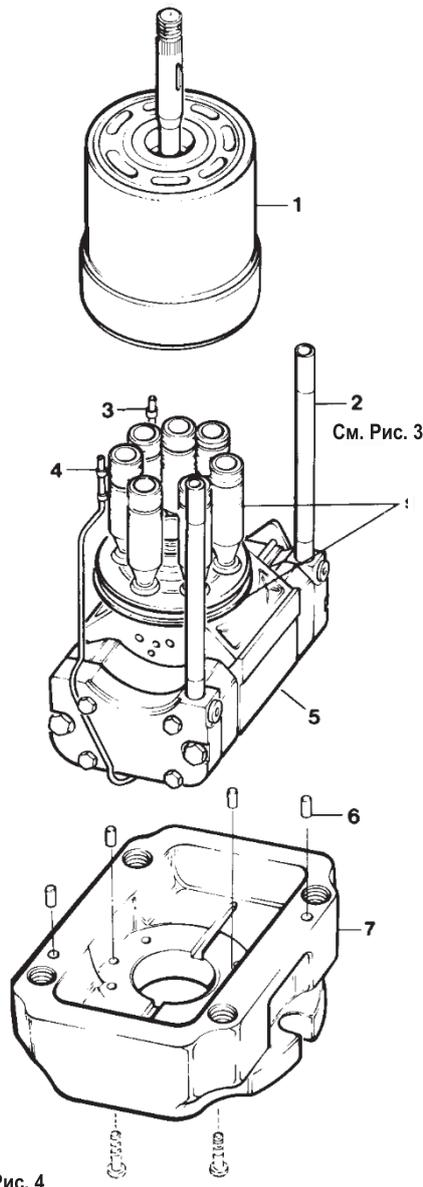

Рис. 4
См. рис. 4. Вставить трубопроводы (3 и 4) в отверстия, имеющиеся в люльке.
Примечание: Трубки (3 и 4, рис. 4) должны плотно сидеть в отверстиях люльки. Развальцевать концы трубок острым инструментом, чтобы обеспечить требуемую посадку.
Установить прокладку (3) на монтажный фланец поверх двух штифтов (поз. 6 на Рис. 4).
Установить корпус в сборе с подшипником (4) на узел блока цилиндров и вспомогательного вала, с соблюдением мер предосторожности направляя нагнетательные трубки и трубопроводы (поз. 2, 3 и 4 на Рис. 4) через корпус (4).
Надеть распределительный блок и распределительный диск на конец вспомогательного вала. Убедиться, что трубки 2, 3 и 4, показанные на Рис. 4, вошли в распределительный блок и что распределительный диск (4) находится на штифтах (3). Если насос собран правильно, поверхность для установки клапанов располагается сверху.